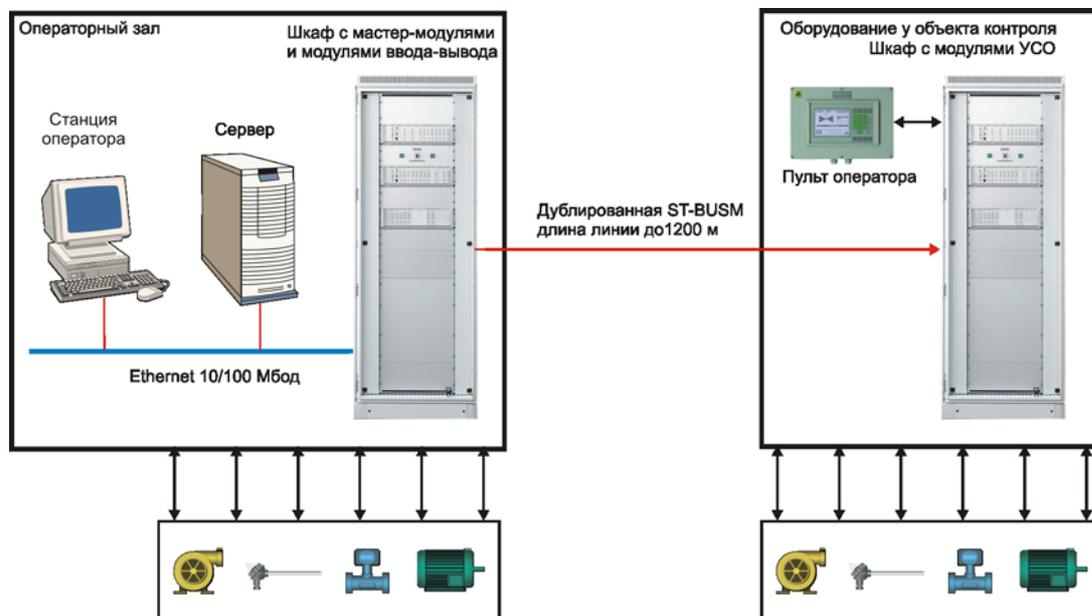

Рисунок 6 - Пример комбинированной структуры АСУ ТП
3) Третий способ является компромиссным между первым и вторым, проектировщик может разместить вместе с мастер-модулями, те модули ввода-вывода, датчики и исполнительные механизмы которых находятся в непосредственной близости от операторной. Пропорции между централизованно расположенными модулями ввода-вывода и удалёнными могут быть любыми (рисунок 6).